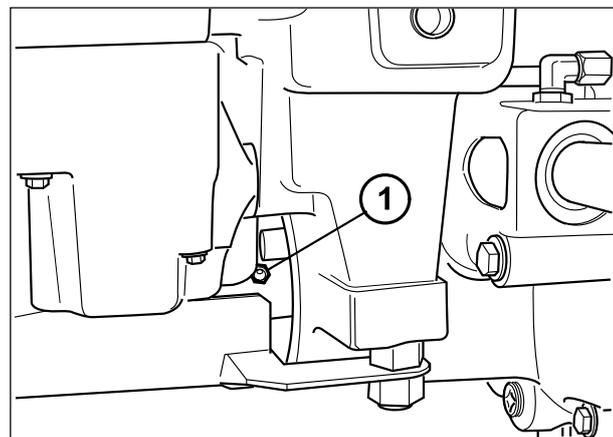
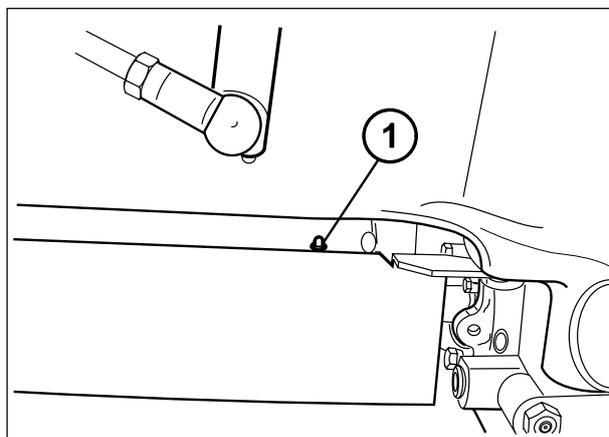

Fig.5-25B
Fig.5-25C
- Copos de lubrificação do casquilho dianteiro (1 - Fig. 5-25B) e casquilho traseiro do veio de transmissão da tracção dianteira (1 - Fig.5-25C).